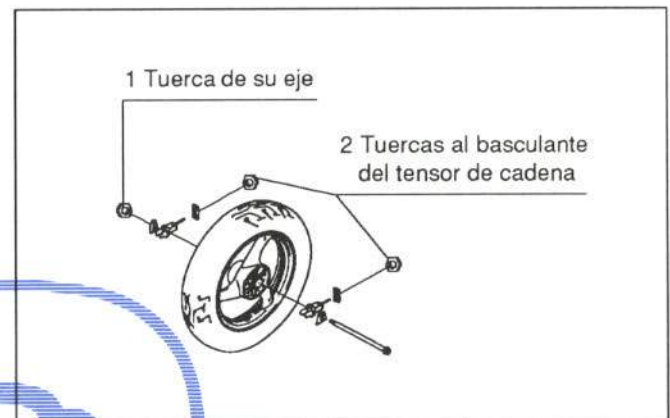

Figura 30.- Unión de la rueda trasera
Va fijada de la forma indicada en la figura 30.
- Eje y tensores de cadena (figura 30)
- Rueda trasera (figura 30)